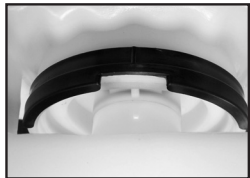

Figura 6
4) Para reemplazar el collarín, sáquelo de la corona del pistón con ayuda de su dedo pulgar (Figura 6). Verá las ranuras donde debe instalar el nuevo collarín en la corona del pistón.